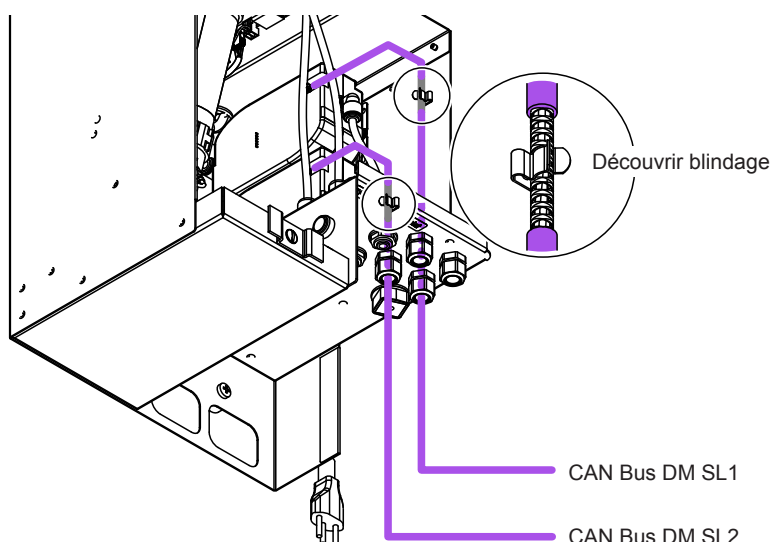

Fig. 46: Raccorder le câble du bus CAN des circuits de pulvérisation 1 et 2 aux modules de vidange
- Préparer les câbles du bus CAN pour le raccordement aux modules de vidange internes selon Fig. 46.
- 5. Raccorder le câble du bus CAN du circuit de pulvérisation 1, et le cas échéant du circuit 2, selon Fig. 46 au module de vidange (DM) correspondant dans l'unité centrale.